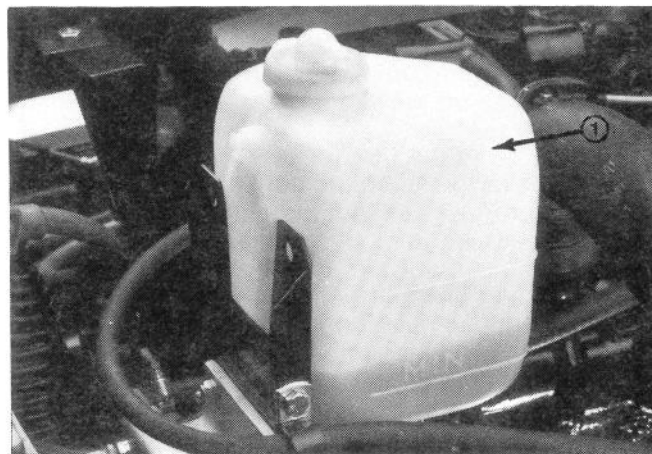

Fig. 11
3. Kontrollér kølevæskestanden. Køleren skal fyldes op til toppen af påfyldningsrøret, og ekspansionstanken (Fig. 11) skal fyldes, til vandet står mellem mærkerne på tankens side.